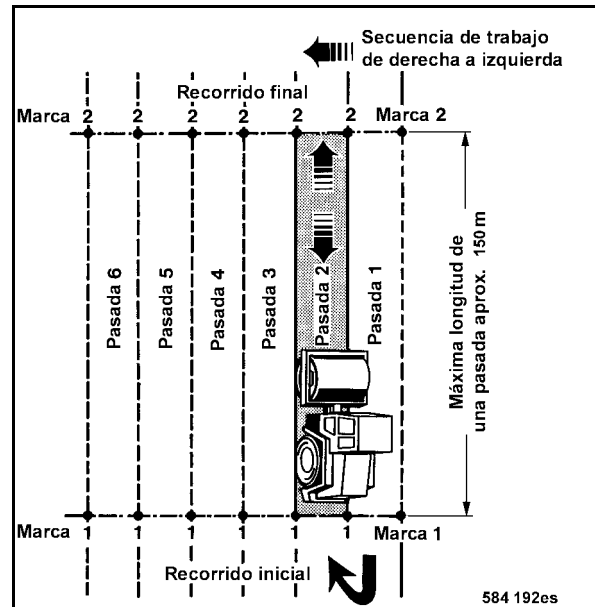

Fig. 128
- Para el registro de datos hay que repetir el proceso de compactación por completo en la siguiente trayectoria (Fig. 128).